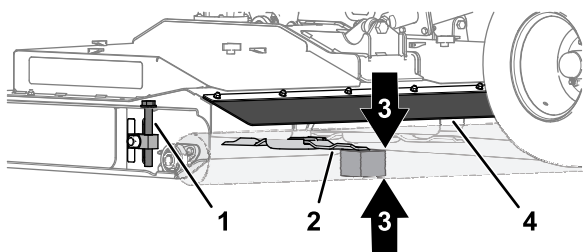

Рисунок 74
- Находясь в задней части деки газонокосилки, поднимите заднюю заслонку и вставьте деревянный брусок толщиной 51 мм между задним концом среднего ножа газонокосилки и землей (Рисунок 74).